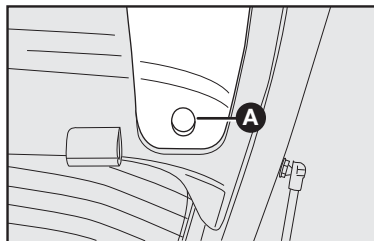

fig. 54
1) Utilizando una llave phillips, saque la tapa **A-fig. 54** en la parte interna de la tapa del compartimiento de equipajes.